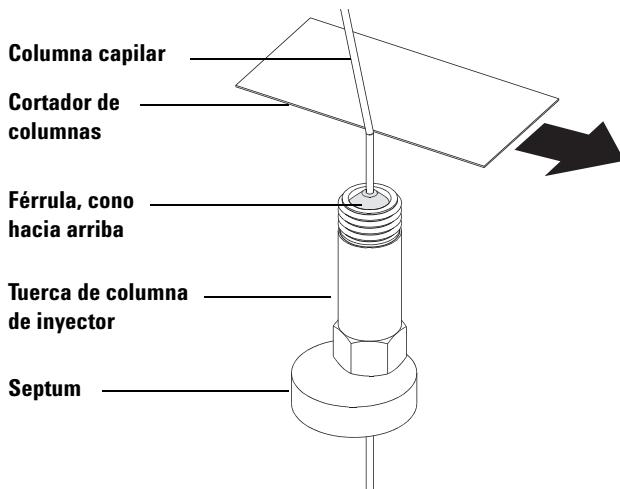

Figura 3 Acondicionamiento de una columna capilar para su instalación
- 2 Con guantes limpios, presione la columna a través del septum (esto conlleva un poco de presión). Luego, inserte una tuerca de columna y una férula acondicionada en el extremo libre de la columna (Figura 3). El extremo cónico de la férula debería estar dirigido hacia el lado opuesto de la tuerca de la columna.